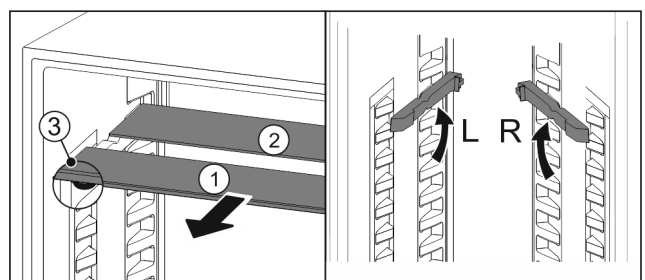

Fig. 102
- ▶ Издърпайте Fig. 102 (1) поотделно стъклените плочи напред.
- ▷ Стъклената плоча Fig. 102 (1) с декоративната лайсна е отпред.
- ▷ Ограничителите Fig. 102 (3) сочат надолу.